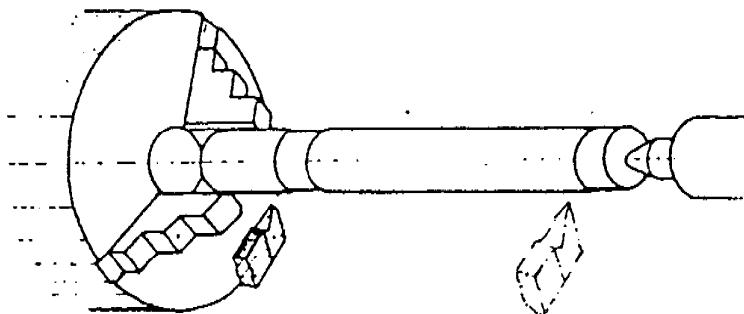

Figura 5
b. Haga un rebaje en el extremo del material ( Figura 5 ) y tome referencia de la profundidad de corte en el anillo graduado.